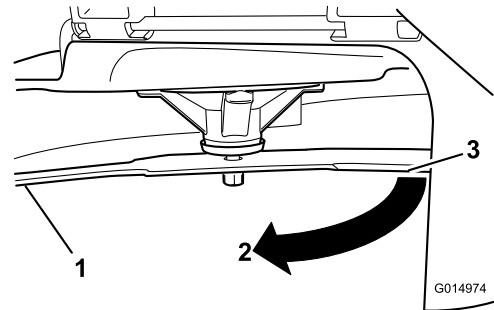

Figura 65
4. Gire la misma cuchilla 180 grados de manera que el otro extremo esté en la misma posición (**Figura 65**).